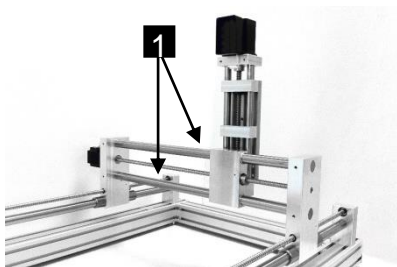

Abb. 30: Linearführung der Y-Achse
- 5 Zwei Linearführungen der Y-Achse (Abb. 30 /1) mit einem Leichtlauföl benetzten Putzlappen **DIN 61650** einölen oder alternativ das Öl mit einem dafür geeigneten Pinsel aufzutragen.